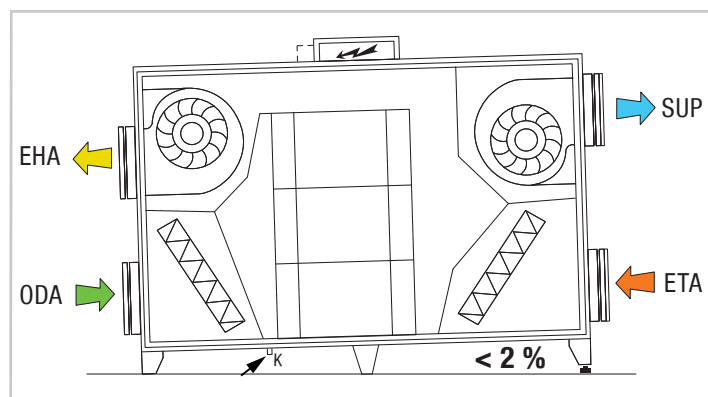

Abbildung 18: Neigung für Kondensatablauf
- **Überprüfen Sie die nötige Neigung der Kondensat-Ableitung von mindestens 2% zur Fortluftseite hin**, und stellen Sie diese gegebenenfalls über die äußeren Stellfüßen mit Hilfe der Langlöcher ein ( $H_{\min} = 147 \text{ mm}$ ). Abbildung 18 zeigt ein Gerät mit Außen- und Fortluftstutzen links und damit Neigung zum Fortluftstutzen. Sind Außen- und Fortluftstutzen rechts, muss die Neigung entsprechend nach rechts gerichtet sein.